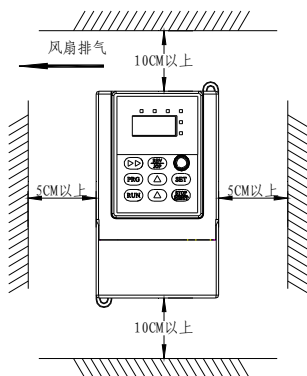

图 2-1 安装的间隔距离图
- (1) 一般情况下应立式安装。
- (2) 安装间隔及距离最小要求，如图2-1所示。